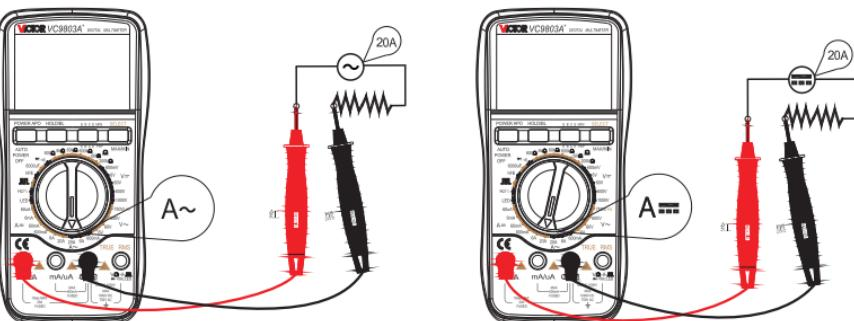

图3
- (2). 当LCD只在高位显示“OL”时，说明已经超量程，须调高量程；在每一个量程档，仪表的输入阻抗都是10MΩ。
- (3). 在完成所有测量操作后，要断开表笔与被测电路的连接。
- (4). 当测量交直流电压高于30V时，屏幕仪表出现高压符号，测试人员需穿戴个人防护用品(经认可的橡胶手套、面具和阻燃衣物等)，以防危险带电体外露时遭受电击和电弧而受伤。
- (二) 交直流电流测量 (图3)